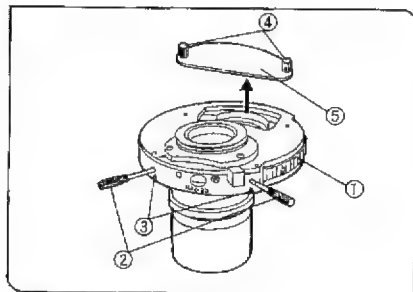

図 28
(図28, 29)
- 1) ターレット①を回し、表示Ph1/PhCの位置にします。(図28)
- 2) 付属の光学素子心出しつまみ②を▲表示部③の穴に入れ、反時計方向へ回してゆるめておきます。(図28)
- 4) ふたの着脱ねじ④をゆるめふた⑤を外します。(図28)